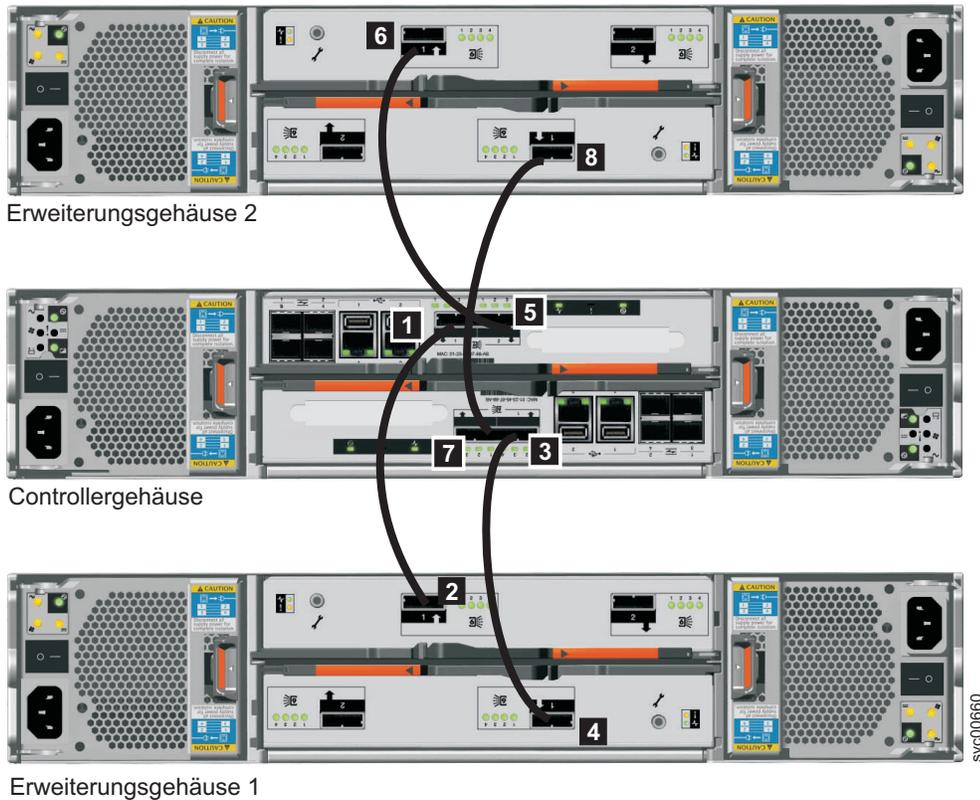

Abbildung 11. Zweites Erweiterungsgehäuse hinzufügen
3. Verbinden Sie die SAS-Kabel des Controllergehäuses mit dem zweiten Erweiterungsgehäuse, wie in Abb. 11 gezeigt. Das zweite Erweiterungsgehäuse befindet sich oberhalb des Controllergehäuses.